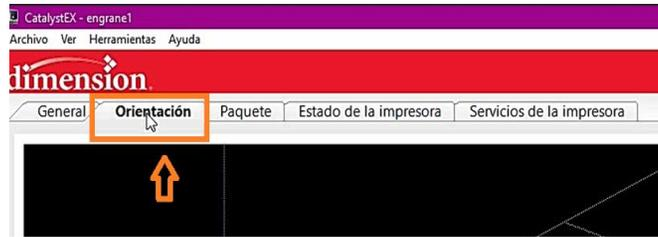

Figura 2.13 Pestaña de **Orientación**.
- En la pestaña superior seleccionar **Orientación** (Figura 2.13).